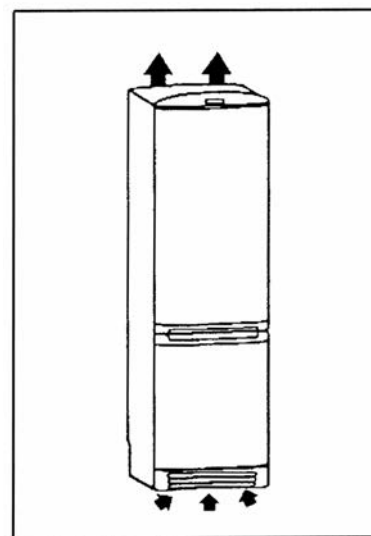

Рис.1
- Ни в коем случае не закрывайте вентиляционные отверстия прибора (см.рис.1)